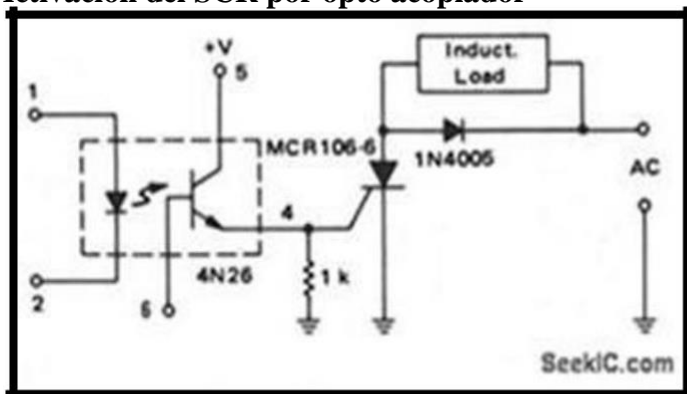

Figura 26. Activación del SCR por opto acoplador .Fuente: Recuperado de <https://che-charls-electroall.webnode.es/optoacoplador-triac-moc-3021/>
El circuito electrónico que se observa en la figura 26 está diseñado para que cuando se eleve demasiado o sobrepase el voltaje a los 12 voltios, el disyuntor corta inmediatamente en forma automática el suministro eléctrico, el mismo que adecuándolo de manera pertinente puede mejorarse, incorporándose un circuito preset de ajuste, para un mejor uso y de versatilidad al sistema de protección, de tal manera que al dispararse el disyuntor se restablecerá el suministro pulsando el botón reset.
Este circuito de la figura 26 se muestra un 4N26 (opto acoplador) controlando un SCR, que, a su vez, se usa para controlar una carga inductiva. El SCR es un dispositivo de puerta sensible (1 mA de corriente de compuerta) y el 4N26 tiene una relación de transferencia de corriente mínima de 0.2 amperios, por lo que la corriente de entrada 4N26 (IF) debe ser de 5 mA. La resistencia de 1 kΩ evita que el SCR se dispare con pequeños